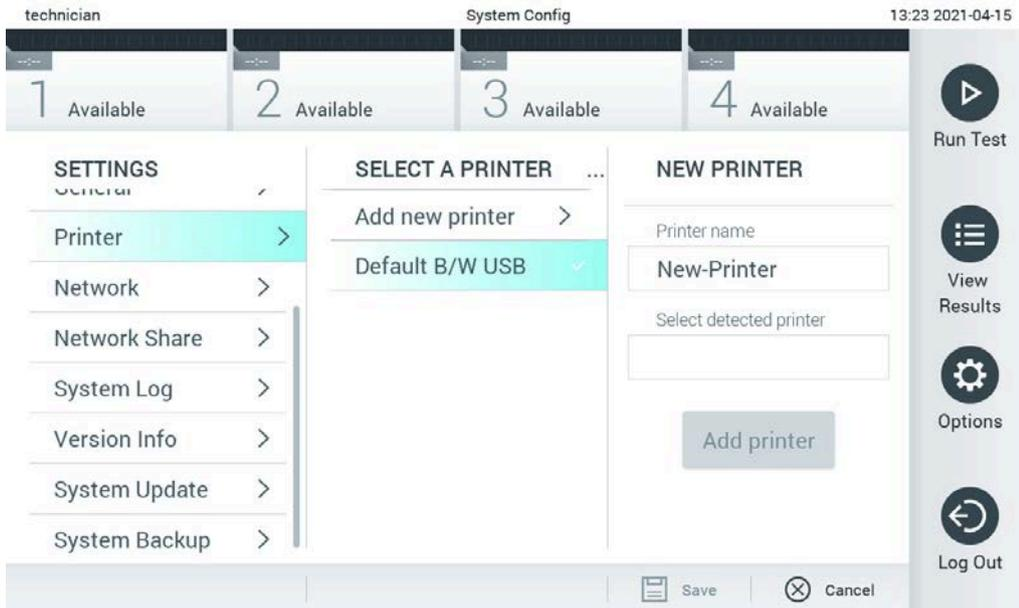

Figura 100. Instalación de la impresora con instalación de controlador
5. Haga clic en **Add Printer** (Añadir impresora) (figura 100, siguiente página).